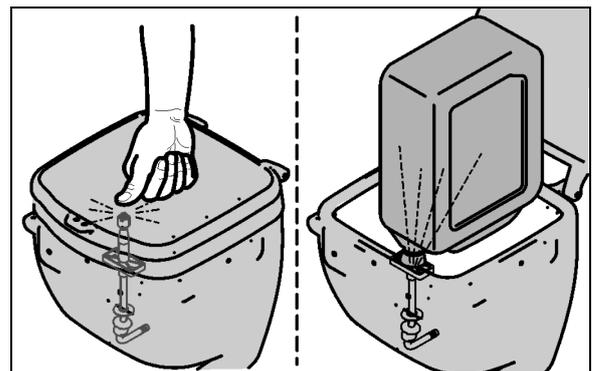

Fig. 64
- la tapa abatible cerrada se presiona hacia abajo (Fig. 64).